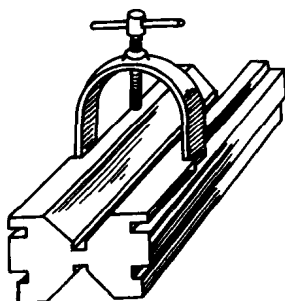

图 1-5 带有夹持弓架的 V形块
**答** V 形块一般有普通 V 形块（图 1-4a），精密 V 形块（图 1-4b），和带有夹持弓架的 V 形块（图 1-5）。